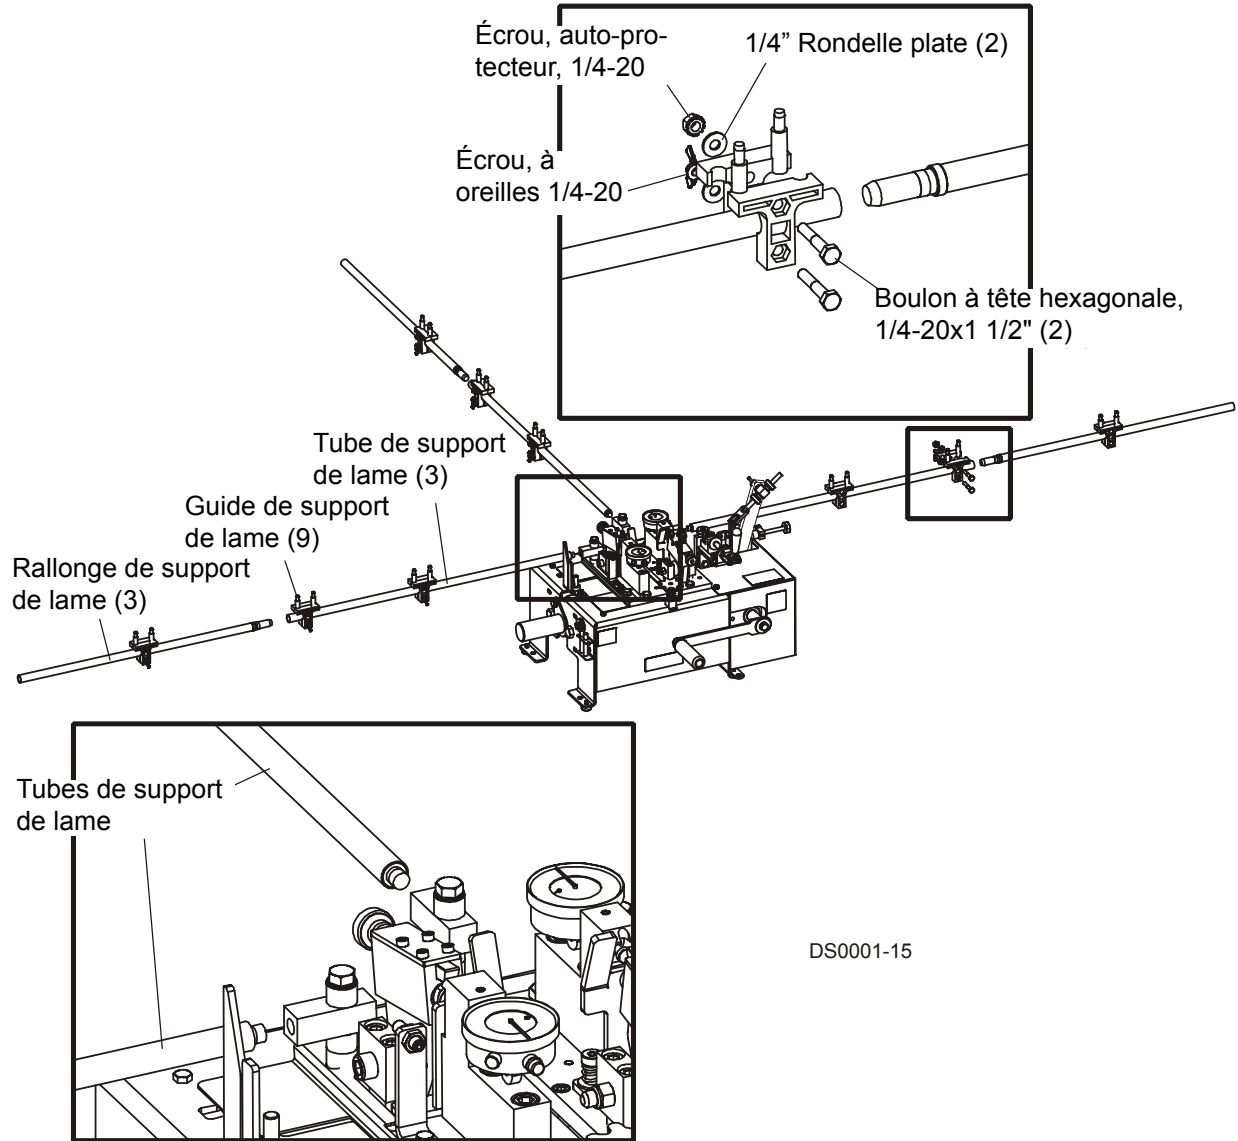

FIG. 3-2
**Voir Figure 3-2.** Vissez un tube de support de lame dans les trous filetés prévus dans les trois blocs de montage. Montez un tube d'extension de support de lame sur chaque tube de support de lame.